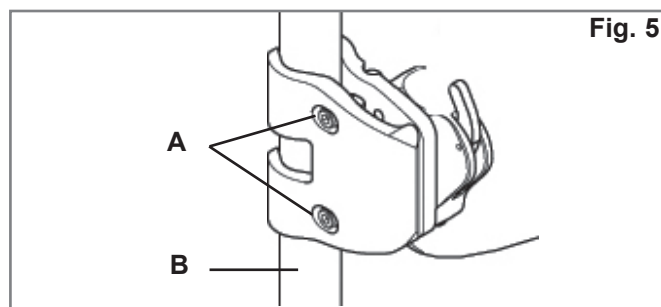

Fig. 5
3. Sæt beslagene på. (Fig. 5)
- a. Skru spændeskruerne (A) løs ved hjælp af den medfølgende 4 mm-unbrakonøgle. BEMÆRK – Ved store rørdiameter skal spændeskruerne muligvis fjernes helt.
- b. Fastgør og indstil beslagene på kørestolens ryglænsrør (B).
- c. Spænd spændeskruerne (A) med hånden. BEMÆRK – Beslagene kræver muligvis yderligere sidejustering for at sikre, at de sidder korrekt i forhold til hinanden.